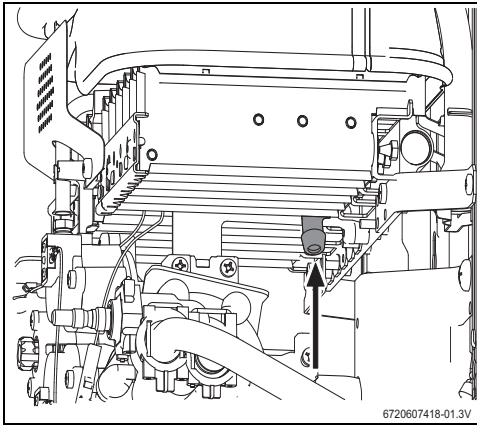

Fig. 12 Puntos de medición de presión
- ▶ Afloje el tornillo obturador (Fig. 12).